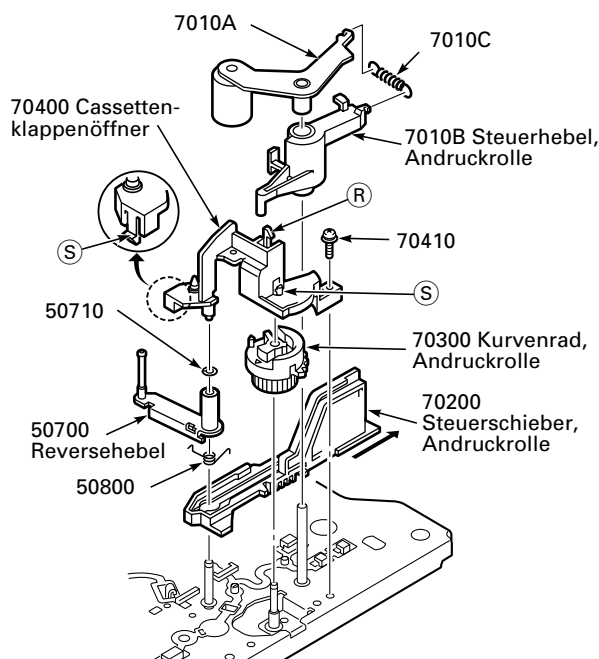

Fig. 8.29
- Andruckrollenfeder (7010C) aushängen und Andruckhebel (7010A) abnehmen (Fig. 8.29).
- Schraube (70410) herausdrehen, die beiden Rasthaken (S) ausrasten und den Cassettenklappenöffner (70400) abnehmen (Fig. 8.29).
- Rasthaken (R) des Cassettenklappenöffners (70400) ausrasten und Andruckrollensteuerhebel (7010B) abnehmen (Fig. 8.29).
- Andruckrollenkurvenrad (70300) abziehen (Fig. 8.29).
- Sicherungsscheibe (50710) entfernen, Reversehebel (50700) und Reversehebelfeder (50800) herausnehmen (Fig. 8.29).
- Steuerschieber der Andruckrolle (70200) ganz nach hinten schieben und danach herausnehmen (Fig. 8.29).
- Nach dem Einsetzen des Steuerschiebers (70200) diesen in Pfeilrichtung auf Anschlag schieben (Fig. 8.29).